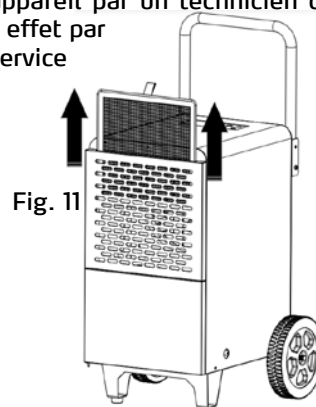

Fig. 11
- Retirer le filtre d'air (Fig. 11).